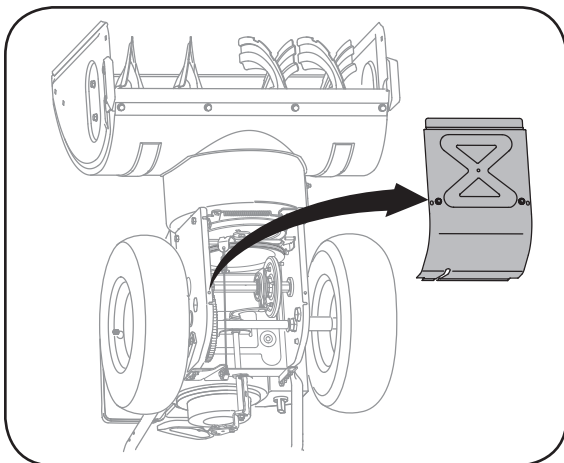

Figure 6-5
2. Basculez doucement la souffreuse vers l'avant pour la faire reposer sur l'habillage de la tarière. Démontez le couvre-châssis du dessous de la souffreuse en retirant les quatre vis auto-taraudées qui le maintiennent en place. Voir la Figure 6-5.